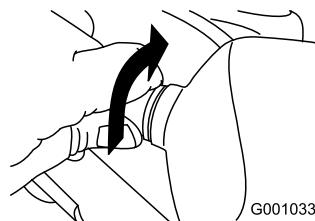

Figura 51
- Girate in senso antiorario la base della lampadina, finché non si ferma (Figura 51).